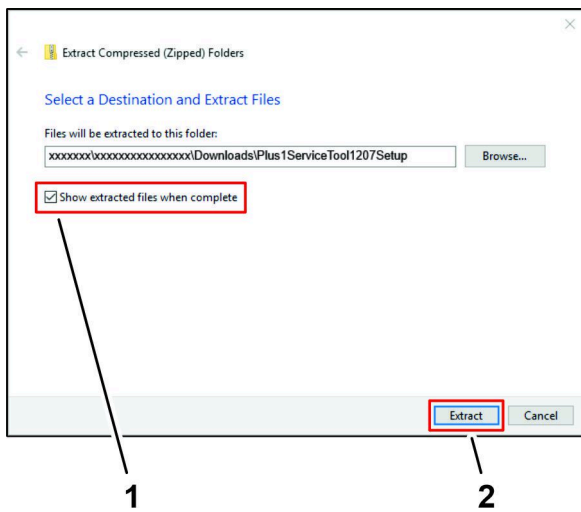

図 20
- 圧縮ファイルの抽出ダイアログ ボックスで、完了時に抽出されたファイルを表示するチェックボックスが選択されていることを確認し、抽出ボタン (図 20) をクリックする。